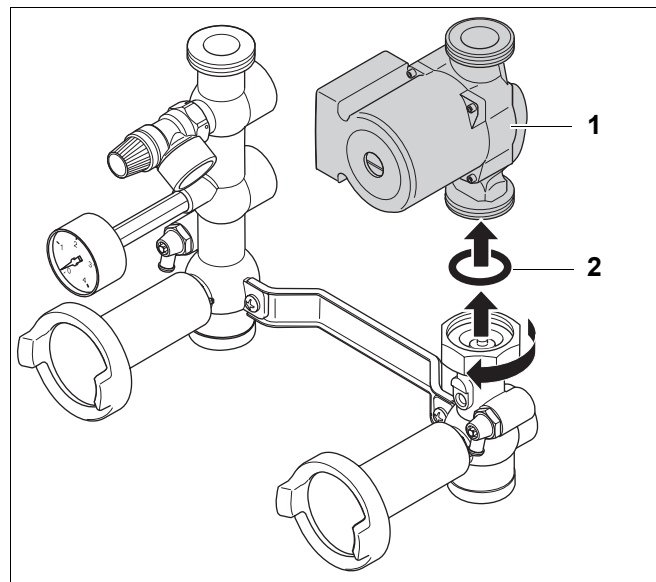

Рис. 5 Демонтаж насоса
- Демонтируйте насос (рис. 5, поз. 1).
- Удалите плоскую резиновую прокладку (рис. 5, поз. 2).